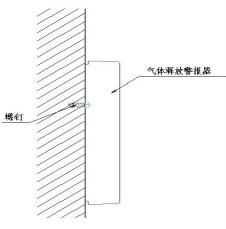

图 2 安装方式
- 3、警报器安装时需要先切断电源，采用壁挂式安装，安装孔距为 190mm，警报器安装时先在墙面固定两只塑料胀管和白攻螺钉，然后进行接线，确保接线准确无误后，将警报器挂在墙面可安装示意图见图 2。